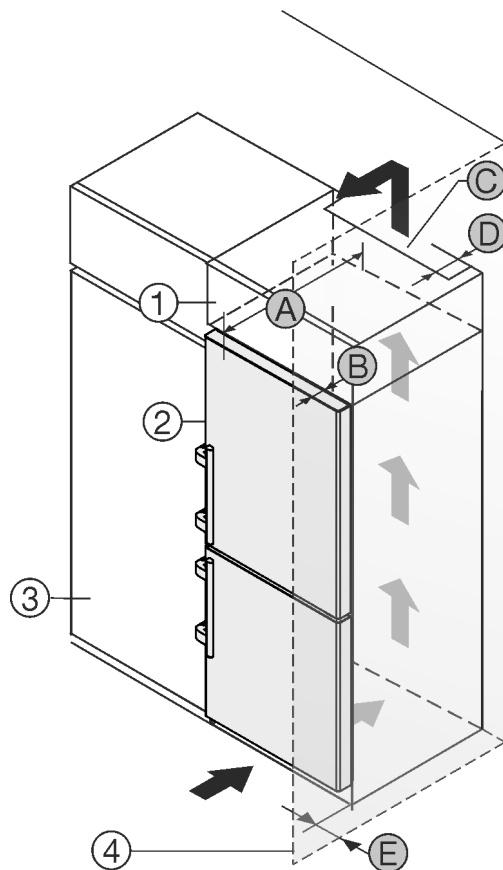

Fig. 47
Уредът може да е обграден с кухненски шкафове. За да изравните височината на уреда Fig. 47 (2) с височината на вградената кухня, над уреда може да се постави шкаф-пристройка Fig. 47 (1).
Уредът може да се постави непосредствено до кухненския шкаф Fig. 47 (3). За да могат вратите да се отварят изцяло, уредът трябва да е издаден по дълбочина Fig. 47 (B) спрямо челото на кухненския шкаф. В зависимост от дълбочината на кухненските шкафове и използването на детайли за отстояние от стената, уредът може да излезе още по-напред.
- От задната страна на шкафа-пристройка трябва да има вентилационен отвор с дълбочина Fig. 47 (D) по цялата ширина на шкафа-пристройка.
- Под тавана на помещението трябва да е спазено сечението за вентилация Fig. 47 (C).
Когато уредът се поставя с пантите до стена Fig. 47 (4), трябва да бъде спазено разстоянието Fig. 47 (E) между уреда и стената. Това отговаря на разстоянието, с което дръжките стърчат при отворена врата.